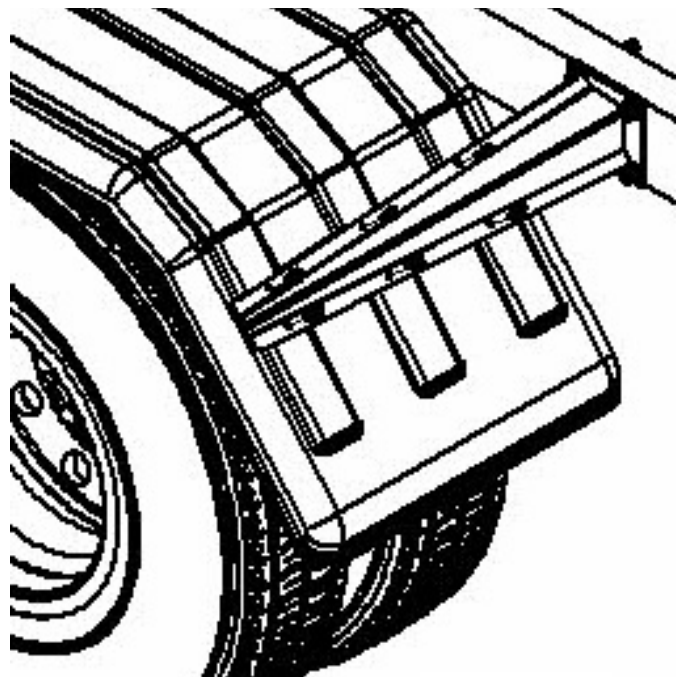

Figure 10
- e. Vérifiez que les ailes sont droites et alignées (Figure 10). Les tortillons ou les courbes dans l'aile peuvent fatiguer le matériel après un peu de temps.